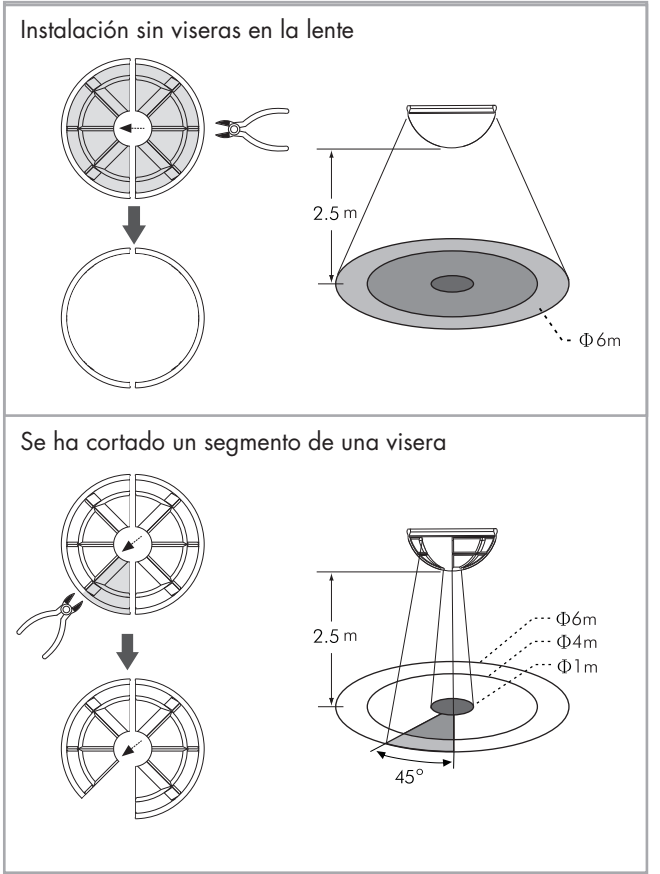

FIG. 11-B
- La parte sombreada en las FIG. 11-A y FIG. 11-B es el área de detección resultante del empleo de las viseras o parte de ellas.